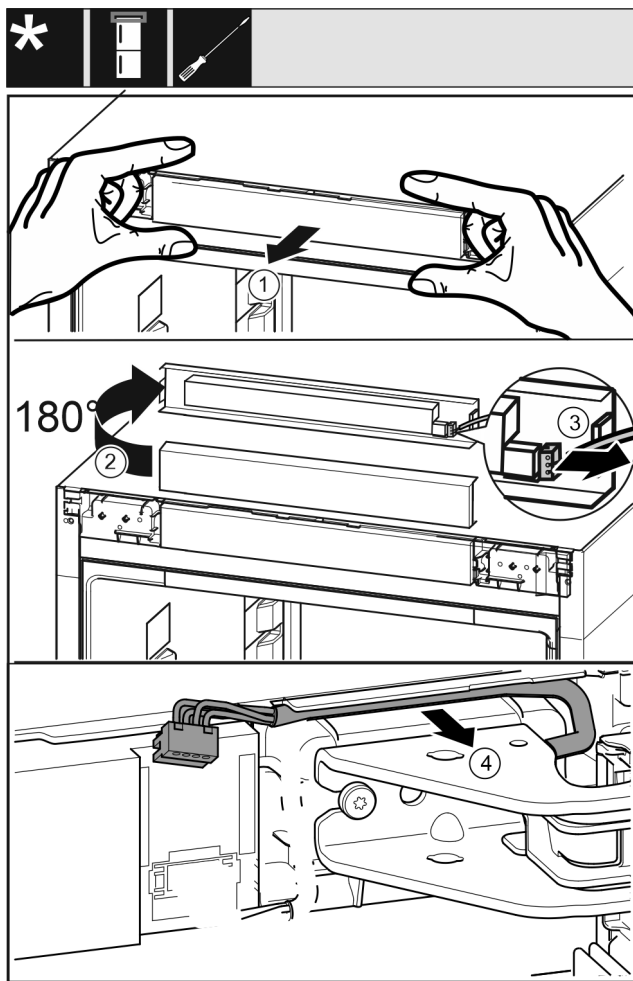

Fig. 19
- Desfaceți spre înainte cu precauție masca de operare Fig. 19 (1).
- Rotiți masca de operare Fig. 19 (2) în sus cu 180°.
- Apăsați ciocul de fixare Fig. 19 (3) spre înapoi și extrageți cu precauție fișa.
- Desfaceți cu precauție cablul Fig. 19 (4) deasupra suportului de lagăr din ghidaj.